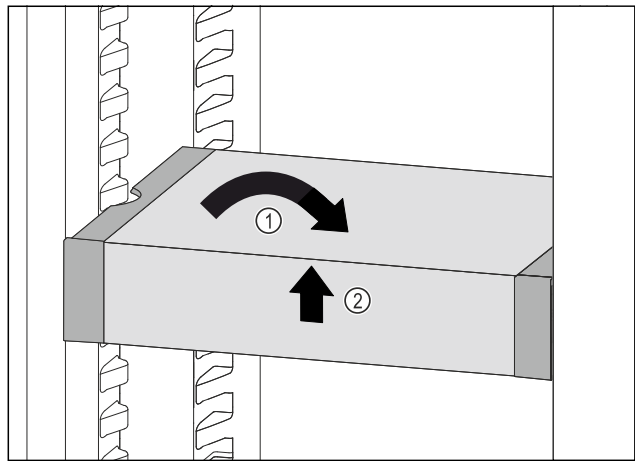

Fig. 103
- ▶ Remettre le VarioSafe droit. Fig. 103 (1)
- ▶ Soulever la partie avant du VarioSafe. Fig. 103 (2)